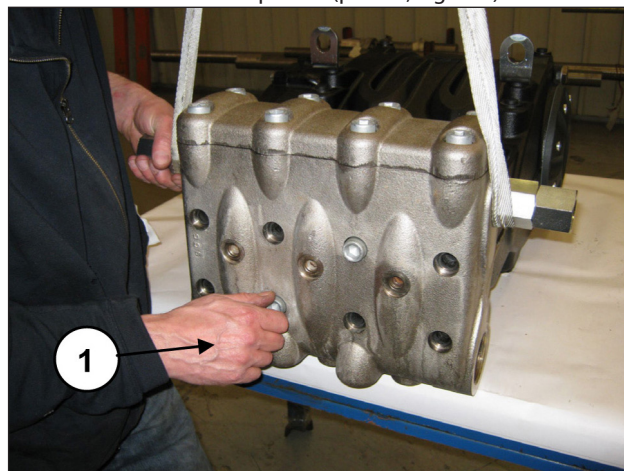
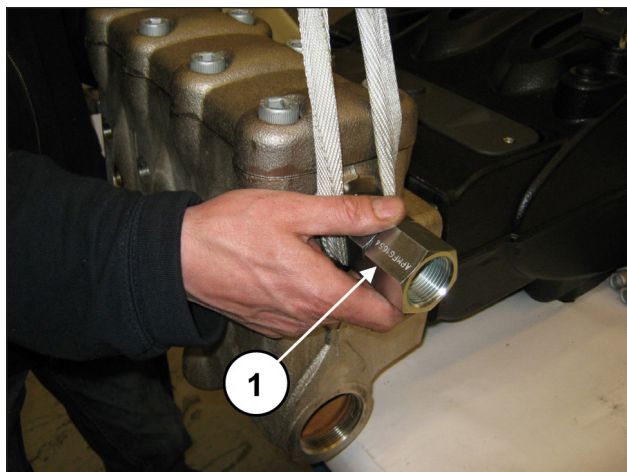

Fig. 105
Fig. 106
Ora è possibile togliere la testata dal carter pompa provvedendo a svitare le 8 viti M16x180 (pos. ①, Fig. 105). Durante lo smontaggio della testata prestare particolare attenzione a non urtare i pistoni (pos. ①, Fig. 106).